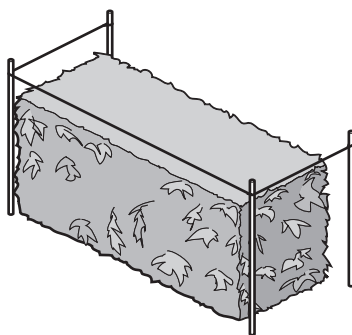

Fig. 14
- Utilisez une ficelle pour obtenir une haie de niveau. Tendez une ficelle à la hauteur désirée le long du haut de la haie et taillez la haie juste au-dessus de cette ficelle (Fig. 14).